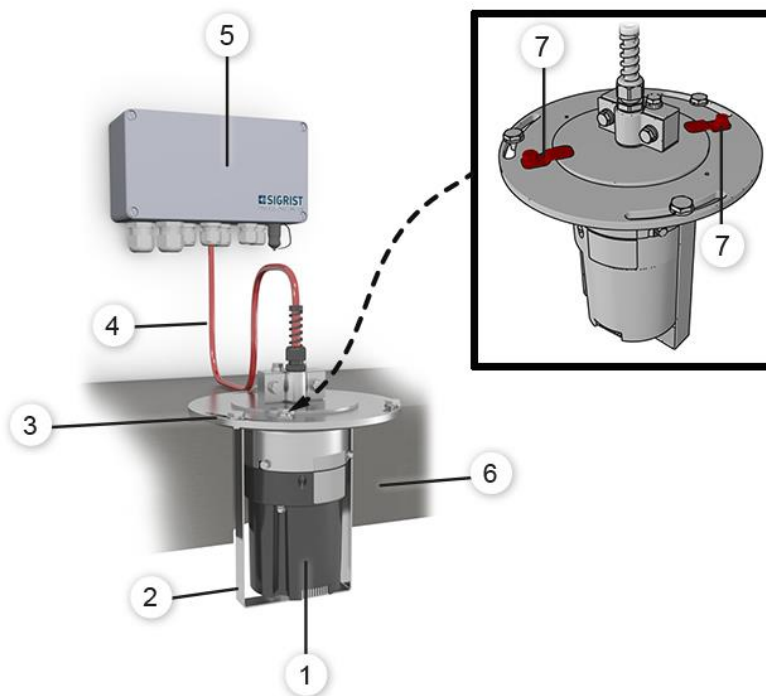

Abbildung 8: Zwischendeckenmontage
2.	<p>Das Montage-Set mit vormontiertem Fire-Guard 2 am Befestigungsflansch (Abbildung 8, Pos. 3) mit drei Schrauben (Kreise) befestigen.</p> <p>A: Tunneldecke</p> <p>i Die Bohrungen für die Befestigung des Montage-Sets müssen vorhanden sein.</p>
3.	<p>Das Photometer wie folgt ausrichten:</p> <ol style="list-style-type: none"> Die zwei Befestigungslaschen (Abbildung 8, Pos. 7) lösen. Das Photometer in Fahrtrichtung ausrichten. <p>i Die Markierung (X) muss zur Strömungsrichtung (Y) des Tunnels ausgerichtet sein.</p> <ol style="list-style-type: none"> Die zwei Befestigungslaschen (Abbildung 8, Pos. 7) wieder festziehen.